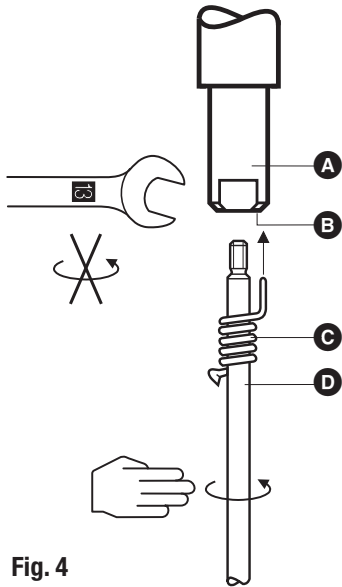

Fig. 4
1. Elektrodenverlängerung **D** in die Elektrodenspitze **A** einschrauben. **Fig. 4**